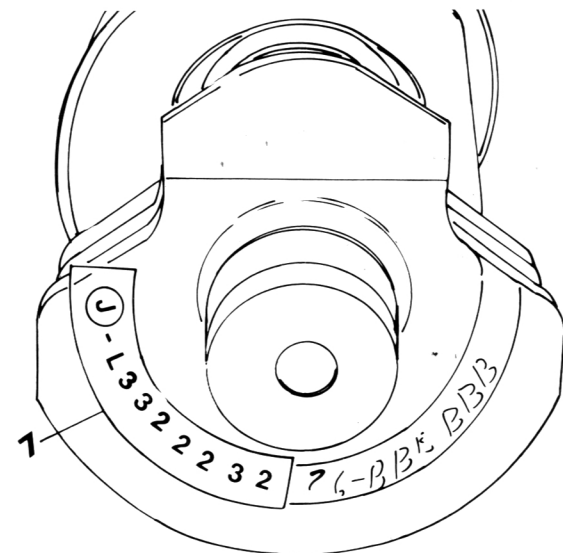

Bild 103
- Die Kenn-Nummern der entsprechenden Hauptagerschalen-Innendurchmesser ermitteln und notieren (oder den Hauptagerschalen-Innendurchmesser messen), (Bild 103).